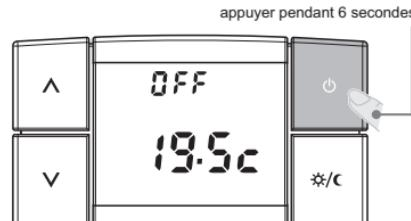

fig. 11
- Appuyer sur la touche pendant 6 secondes, l'écran affichera l'inscription **OFF** ainsi que la dernière température ambiante relevée (exemple sur la fig. 11).